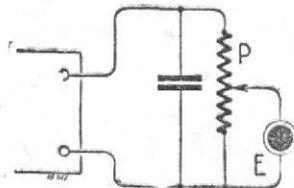

FIG. 19. — Montage d'un audimètre aux bornes d'un récepteur : I. potentiomètre ; E. casque téléphonique.
**Audimètre.** — Appareil servant à la mesure ou à la comparaison de l'intensité de réception de signaux sonores (fig. 19). La me-